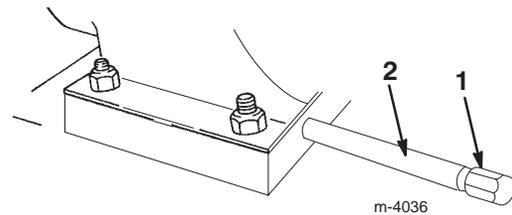

Bild 32
- 3. Reinigen Sie den Bereich um die Ölablassschraube (Bild 32).